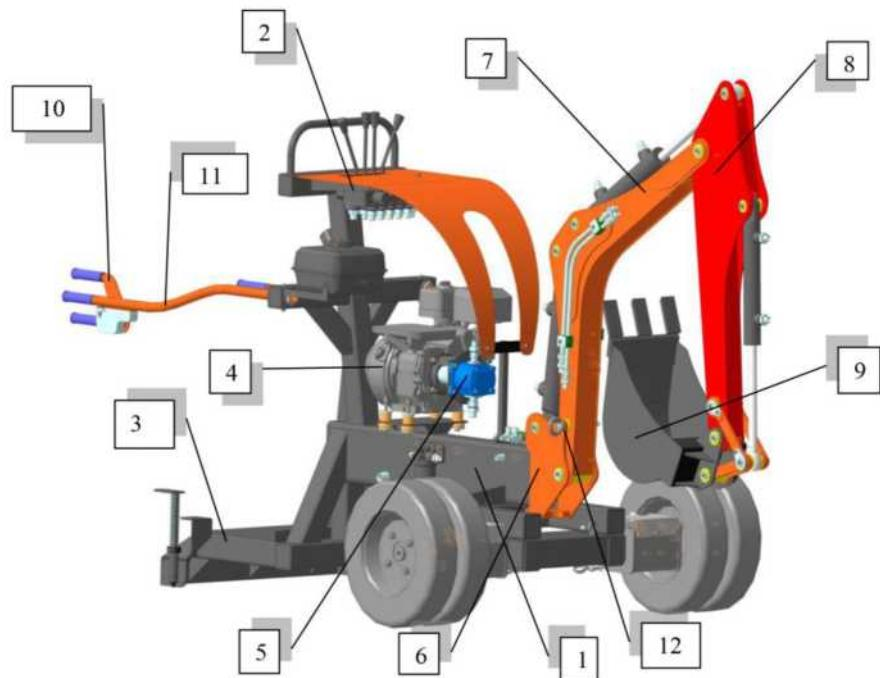

Рис. 5
-Вытащите палец-фиксатор стрелы (рис.5 поз.12)
Управление работой экскаватора осуществляется с пульта управления (рис.5 поз.2) в соответствии со схемой управления рабочим оборудованием (п.2.2.) Для приведения в действие любого из органов управления необходимо плавно нажимать на рычаги управления.
- После окончания работ оставлять стрелу в поднятом состоянии **запрещается**. Ковш необходимо опустить на землю или перевести экскаватор в транспортное положение и зафиксировать стрелу пальцем-фиксатором (рис.5 поз.12).
положение и зафиксировать стрелу пальцем-фиксатором (рис.5 поз.12).